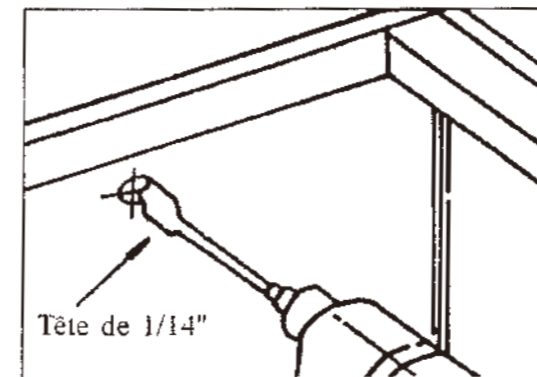

Fig. 10 Percer un trou d'accès pour le fil électrique.
5. Sur le cabinet, marquez la position du trou d'accès à travers lequel le câble d'alimentation sera inséré. Percez le trou d'accès avec une tête de perceuse de dimensions 1/14". (Fig. 10)